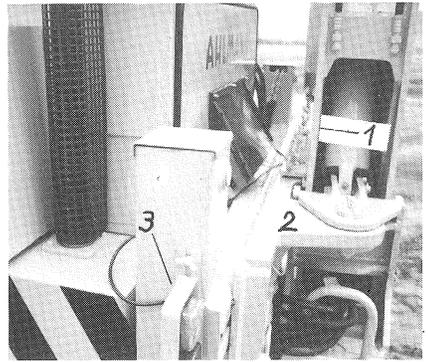

Bild 12
- Heckbagger nach links verschwenken und seitlich versetzen. Kübel bis zum Anschlag einschwenken, Stiel und Ausleger in engste Entfernung zueinander bringen. Ausleger (Bild 12/1) und Schwenkwerkträger (Bild 12/2) mit einem dafür vorgesehenen Bolzen verbinden. Der Bolzen ist Bestandteil der Bordausstattung. StVZO-Beleuchtungsanlage beidseitig (Bild 12/3) einhängen und festschrauben.